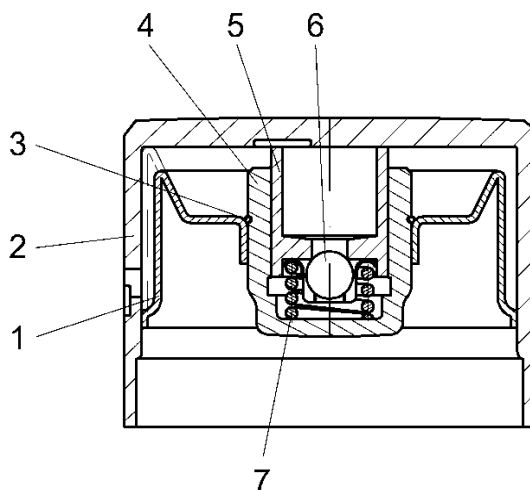

Рис.29. Гидротолкатель:
**Гидротолкатели** (рис.29) – выполнены в виде цилиндрического стакана с плунжерной парой гидрокомпенсатора внутри и канавкой с отверстием для подвода масла от магистрали в головке цилиндров снаружи. Гидротолкатели обеспечивают беззазорный контакт кулачка распределительного вала с торцом клапана за счет давления масла и действия пружины гидрокомпенсатора.